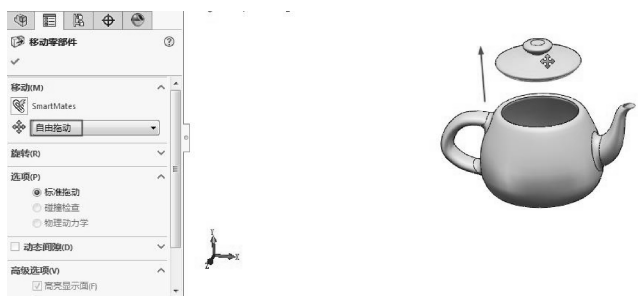

图 8-14 移动壶盖
- 09 利用【模型】窗口功能区的【装配体】选项卡的【移动零部件】命令 , 将壶盖向上移动一定的距离, 如图 8-14 所示。